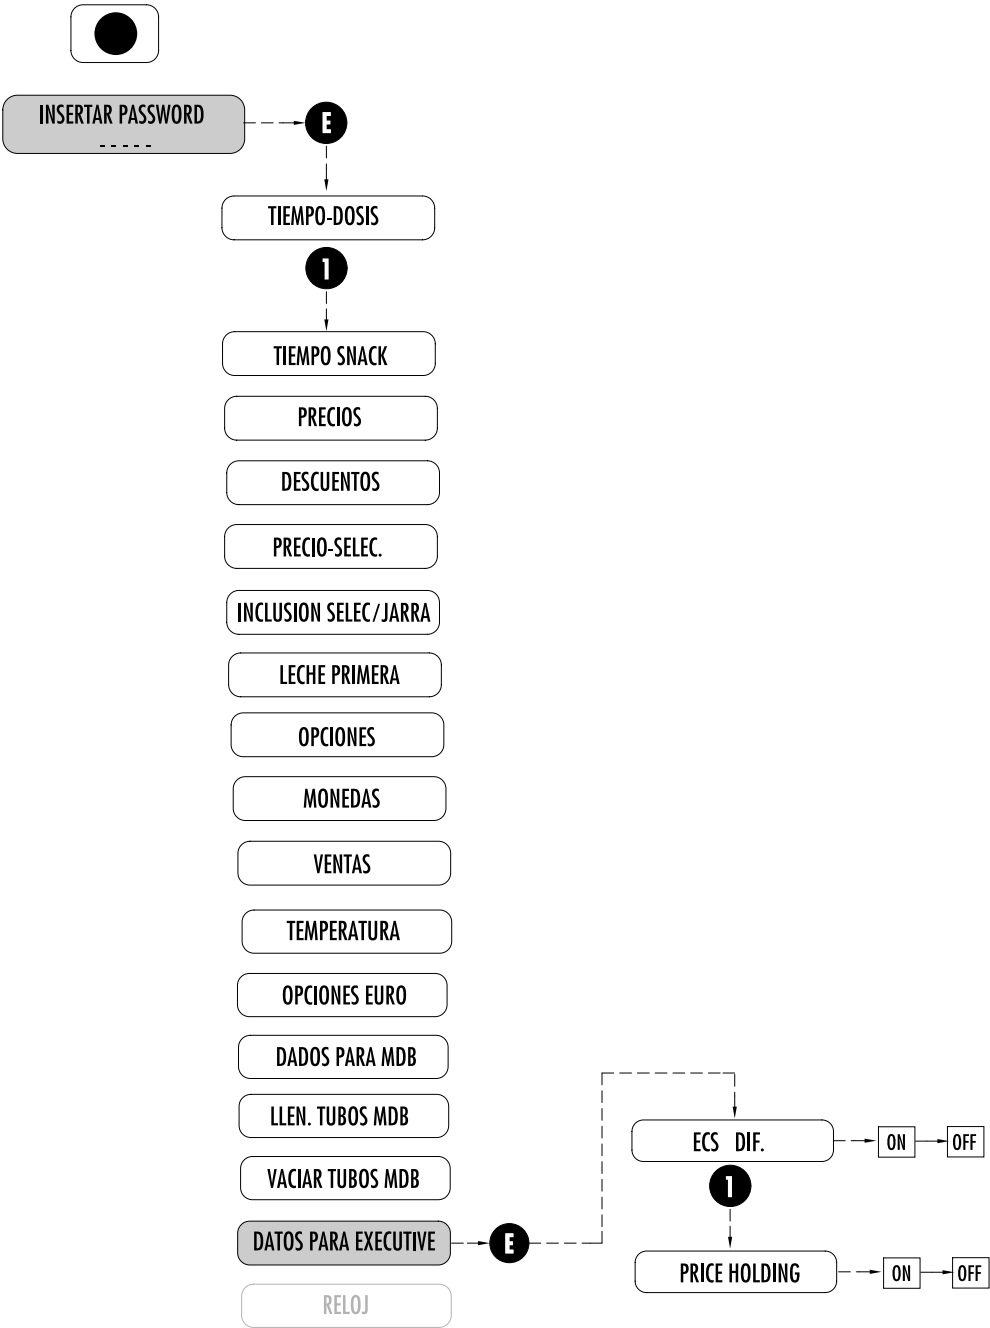

Fig. 7.19
7.2.16 DATOS PARA EXECUTIVE (Fig. 7.19)